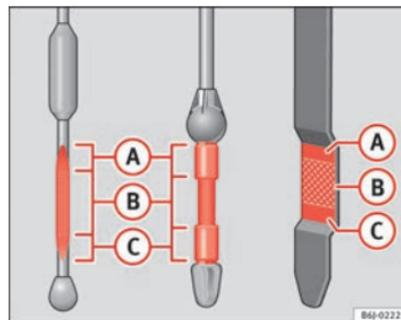

Fig. 123 Jauge d'huile moteur
- Puis retirez-la à nouveau et vérifiez le niveau d'huile ⇒ fig. 123. ▶